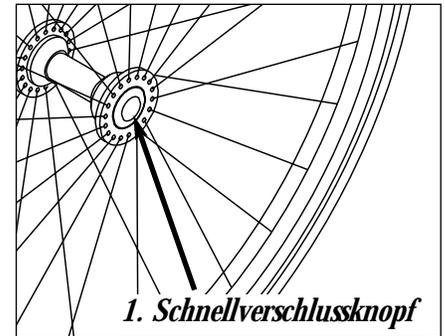

Abb. 1
- der Steckachsenknopf ganz herauspringt (Fig. 1)